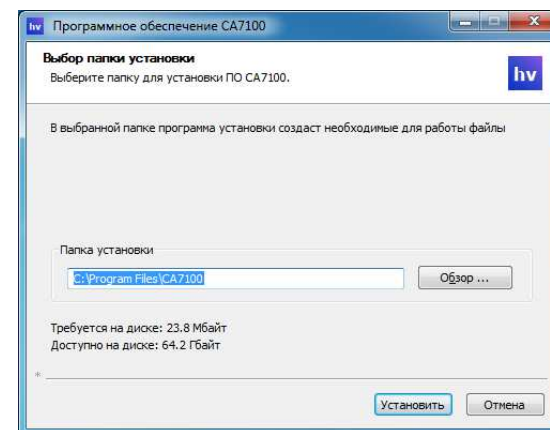

Рисунок 8.3
2) Определить адрес папки, где будет размещено программное обеспечение, для чего в окне (рисунок 8.3) либо согласиться с адресом, предлагаемым по умолчанию, либо выбрать другой, щелкнув по кнопке **Обзор...**, а затем щелкнуть по кнопке **Установить**.